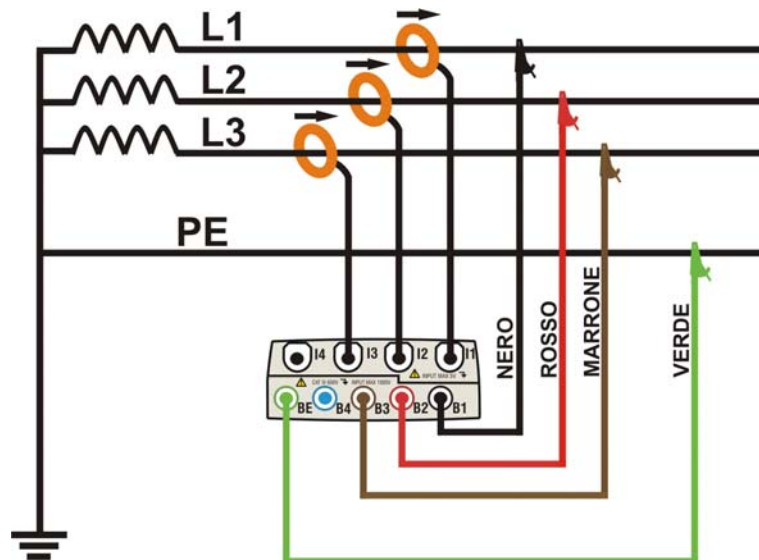

Fig. 188: Collegamento dello strumento in un sistema Trifase 3-fili ARON
2. Collegare i cavi di misura della tensione sui conduttori di Fase L1, L2, L3 e eventualmente Terra rispettando i colori come mostrato in Fig. 188. **Verificare a display l'indicazione "123" relativa al corretto senso ciclico delle fasi** (vedere il § 5.2.1) ed effettuare le opportune correzioni fino al raggiungimento di tale situazione.
3. Collegare le pinze di corrente sui conduttori di Fase L1, L2, L3 come mostrato nella Fig. 188 **rispettando il verso della freccia** presente sulla pinze stesse che indica la direzione convenzionale della corrente da generatore a carico. **Verificare sempre, (selezionando preliminarmente il sistema 3-fili) nelle videate della sezione Visualizzazione Misure, che le Potenze Attive P1, P2, P3 siano sempre positive e che i fattori di potenza Pf1, Pf2, Pf3 siano corrispondenti ad un carico, normalmente induttivo**, prima di attivare una registrazione. In caso di valori negativi della potenze attive ruotare la pinza di 180° sui conduttori interessati.